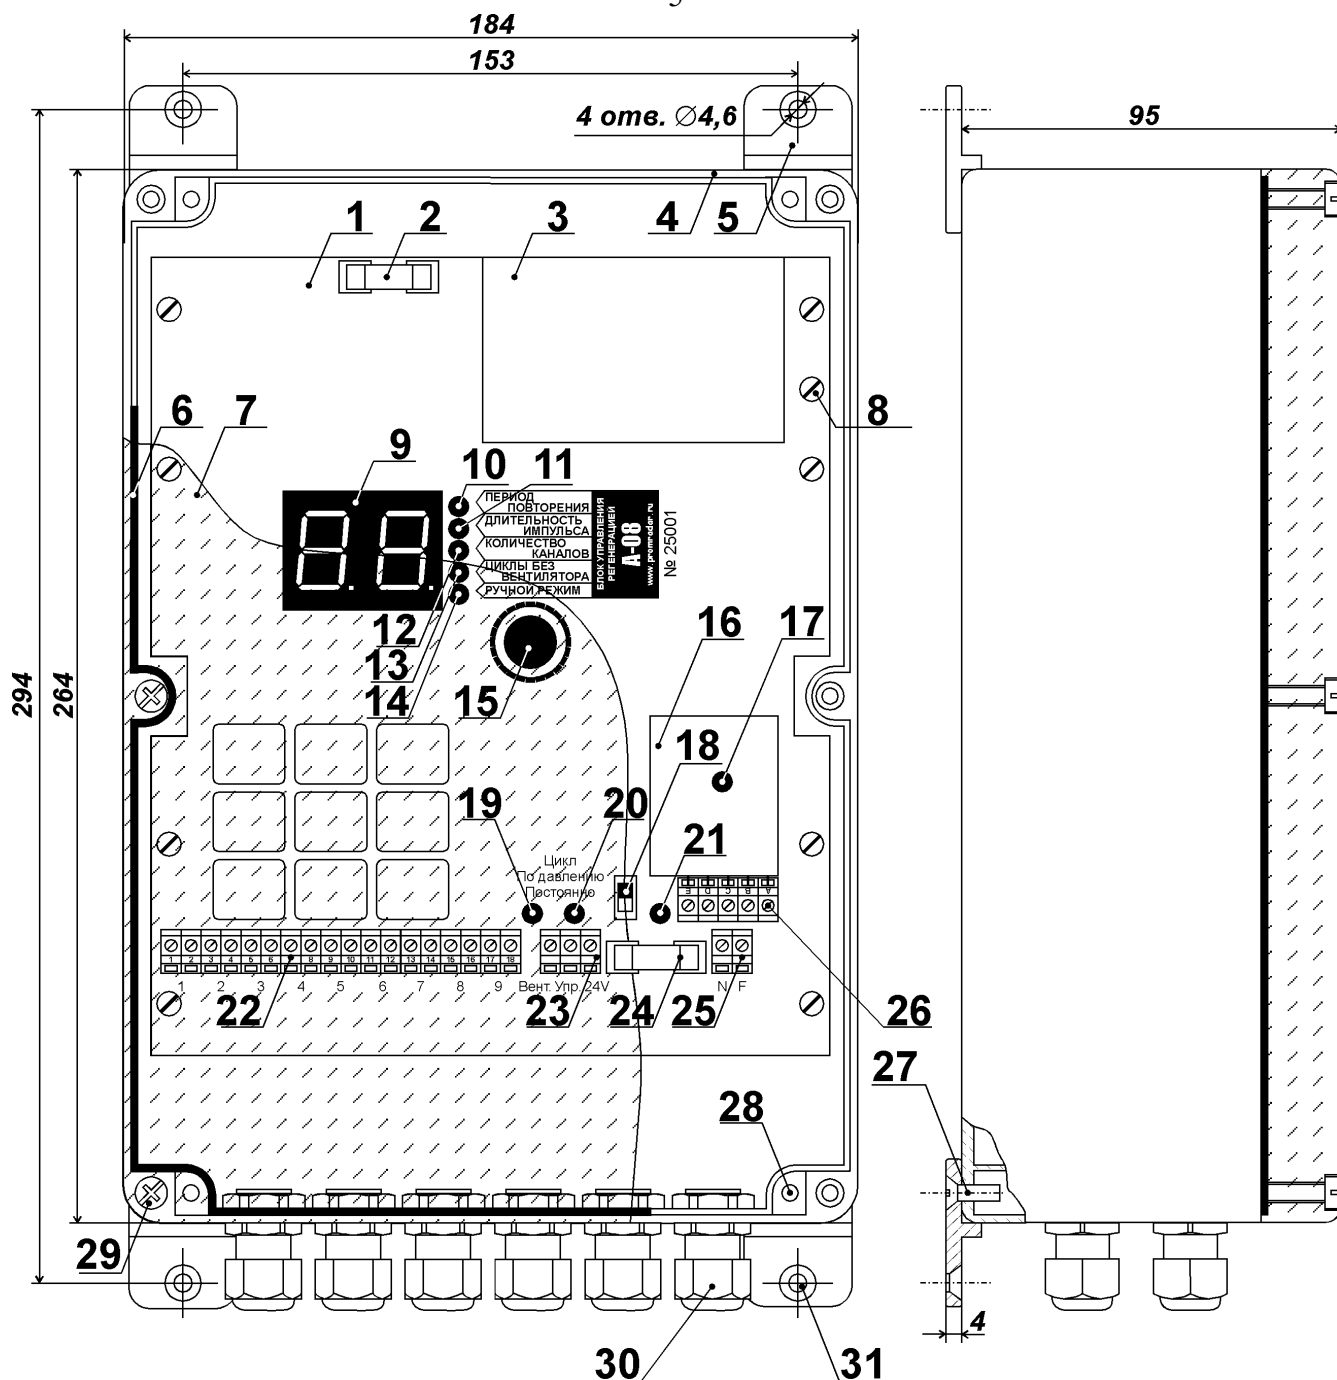

Рис. 1. Конструкция блока А-08.
Конструкция блока показана на рис. 1. Электрическая схема блока собрана на печатной плате [поз. 1], которая саморезами [поз. 8] закреплена в корпусе [поз. 4].
6.1. Перед монтажом блока необходимо установить на него крепёжные элементы, входящие в комплект поставки. Четыре крепёжные пластины [поз. 5 на рис. 1] устанавливаются снаружи и притягиваются к корпусу блока специальными винтами [поз. 27 на рис. 1]. Винты вворачиваются в отверстия [поз. 28 на рис. 1] на пластиковом дне корпуса с помощью отвёртки. Момент затяжки винтов должен обеспечивать надёжную фиксацию крепёжных пластин и не допускать их разрушения.
6.2. Блок устанавливается на стену (колонну) и должен быть надёжно закреплён. Монтаж блока ведется с помощью винтов М4 или саморезов диаметром до 4,5 мм, вставляемых в четыре крепёжные отверстия [поз. 31 на рис. 1].
6.6. Клеммы «Вент.» и «24В» клеммного ряда [поз. 23 на рис. 1] подключаются к вспомогательным блок-контактам пусковой аппаратуры вентилятора. При работающем вентиляторе эти блок-контакты должны замыкаться между собой.
6.7. При наличии внешнего прибора ИРД-4, контролирующего уровень запылённости фильтра, клемма «24В» клеммного ряда [поз. 23 на рис. 1] должна также подключаться к клемме № 4 прибора ИРД-4, а клемма «Упр.» – к его клемме № 3.
7.1. После подачи сетевого напряжения блок ожидает включения вентилятора, отображая «0» на цифровом табло [поз. 9 на рис. 1].
7.2. После включения вентилятора, если переключатель «Режим» [поз. 18 на рис. 1] находится в положении «По давлению», ожидание продолжается до получения от прибора ИРД-4 разрешения на начало регенерации. После его получения, а также при другом положении переключателя «Режим» включается светодиод [поз. 20 на рис. 1] и блок начинает формирование управляющих импульсов со следующими (заводскими) установками:
В процессе работы, когда индикаторы [поз. 10 - 14 на рис. 1] не горят, на цифровом табло [поз. 9 на рис. 1] отображается номер канала, в который будет выдан очередной импульс управления ЭПК.
7.3. Для изменения установленных параметров следует нажать на энкодер [поз. 15 на рис. 1]. При каждом нажатии последовательно включается один из светодиодов [поз. 10 - 14 на рис. 1], указывая на то, какой из параметров может быть изменён. Текущее значение параметра отображается на цифровом табло [поз. 9 на рис. 1]. Увеличение введённого значения осуществляется поворотом энкодера по часовой стрелке, а уменьшение - против. Ввод в память блока изменённых параметров происходит при очередном нажатии на энкодер, либо при отсутствии каких-либо воздействий на него в течение 5 секунд (кроме работы в «Ручном режиме»).
7.4. При первом нажатии на энкодер загорается индикатор «Период повторения» [поз. 10 на рис. 1] и цифровое табло отображает текущий период повторения управляющих импульсов (в секундах). При вращении энкодера значение на табло меняется от 2 до 99 сек. с шагом в 1 сек.
При следующем нажатии на энкодер загорается индикатор «Длительность импульса» [поз. 11 на рис. 1] и табло показывает текущую продолжительность управляющих импульсов (в сотых долях секунды). При вращении энкодера значение на табло меняется от 3 до 99 с шагом 1, что соответствует длительности импульса от 0,03 до 0,99 сек. с шагом в 0,01 сек.
При очередном нажатии на энкодер загорается индикатор «Количество каналов» [поз. 12 на рис. 1] и на табло выводится число управляемых ЭПК. При вращении энкодера значение меняется от 1 до 9 с шагом 1. На тех клеммных парах блока, номера которых больше установленного значения (номера от 1 до 9 обозначены под клеммным рядом), управляющие импульсы формироваться не будут. Введённые изменения вступают в силу только после завершения текущего цикла регенерации.
После ввода количества каналов нажатие на энкодер включает индикатор «Циклы без вентилятора» [поз. 13 на рис. 1]. При вращении энкодера значение на табло меняется от 1 до 9 с шагом 1. После получения сигнала об остановке вентилятора блок закончит текущий цикл, а затем выдаст управляющие импульсы на каждый подключённый ЭПК заданное количество раз.
Следующее нажатие на энкодер включает светодиод «Ручной режим» [поз. 14 на рис. 1]. В этом режиме управляющие импульсы выдаются только на один ЭПК, номер которого выводится на цифровое табло. Этот режим работы предусмотрен для диагностики неисправностей в катушках ЭПК. Выход из режима производится нажатием на энкодер.
При срабатывании светодиода [поз. 17 на рис. 1] светодиод [поз. 21 на рис. 1] не загорается.
Перегорает предохранитель [поз. 24 на рис. 1]